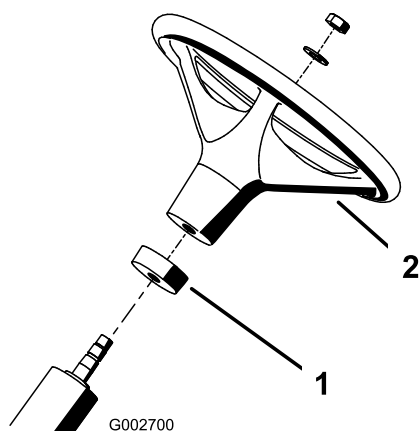

Figura 2
2. Deslice el collar de gomaespuma (empezando por el extremo más pequeño) sobre la columna de dirección (Figura 2).
3. Deslice el volante sobre la columna de dirección (Figura 2).
4. Fije el volante a la columna de dirección con una arandela y una contratuerca (Figura 2). Apriete la contratuerca a 27–35 N-m.